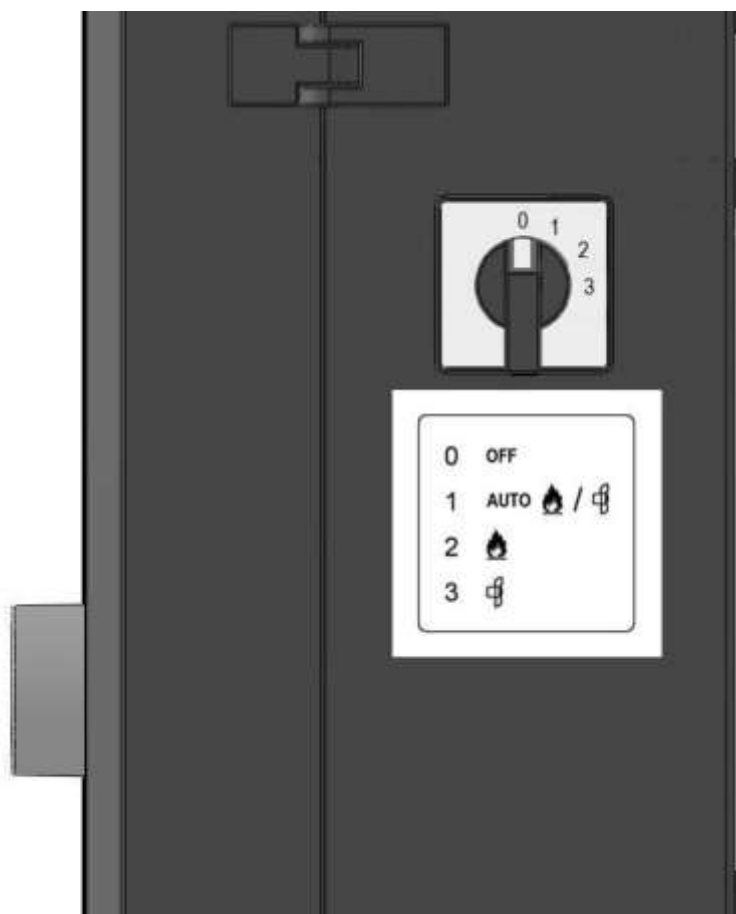

Рис. 6.2-3 Работа переключателя режима
После включения обогревателя воздуха (см.рис. 6.2-3) активируется программа автомата горения. Автомат горения (40) контролирует затем состояние покая флюгера (5), а также проверяет наличие пламени (позиция наблюдения за пламенем), после чего включается вентилятор (3). После прохождения заранее запрограммированного времени очистки активируется зажигание, а затем газовые клапаны в газовом блоке (31) открываются.
После промывания струей воды обогреватель воздуха надо поставить как минимум на 15 минут в позицию «вентилировать» (см.рис. 6-2.3), чтобы выдуть из обогревателя влагу. Проверьте после нового подсоединения, чтобы из точек подключения газа не было утечек. Пусть это сделает квалифицированный специалист.